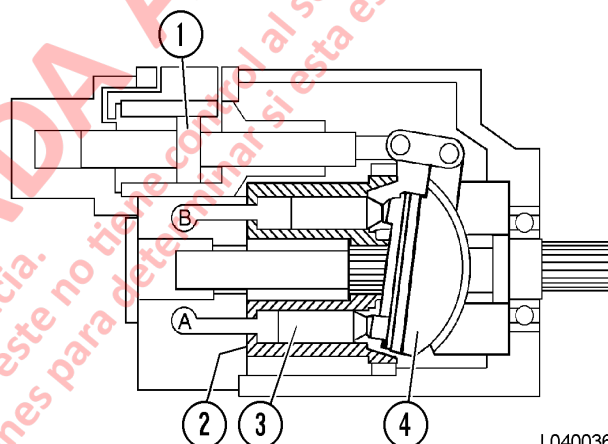

FIGURA 4-13. VOLUMEN A LA MITAD DE LA BOMBA
La posición del pistón de control en la figura 4-13 está cerca del centro de su trayectoria. El bloque de oscilación (4) no está tan inclinado como antes, por lo que los pistones tienen una carrera más corta. A medida que la carrera del pistón se acorta, la descarga de la bomba también disminuye.